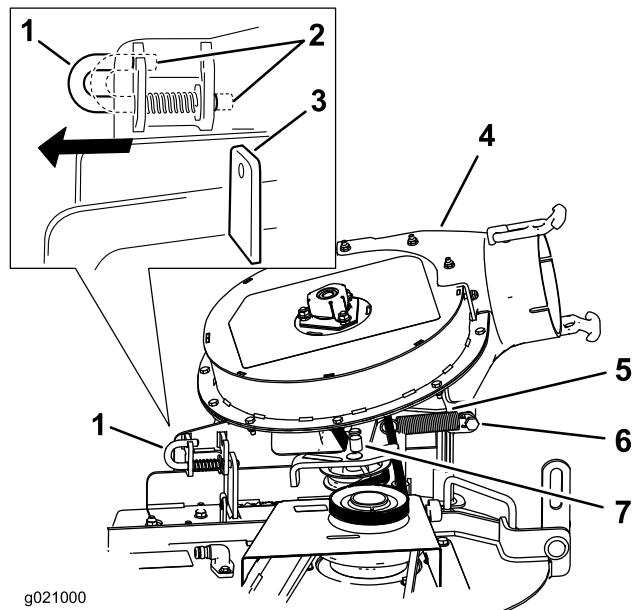

Figura 16
- Mueva el pestillo de la posición de bloqueo a la posición de abierto (Figura 16).
- Mueva el pestillo a la posición de bloqueo (Figura 16).
Nota: Asegúrese de que el pestillo pasa por el taladro del soporte del soplador (Figura 16).
5. Coloque el muelle sobre la clavija de la polea tensora (Figura 16).
6. Instale el muelle en el perno de cuello largo (Figura 16).